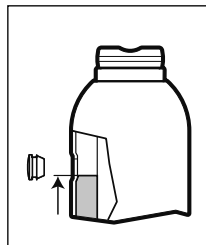
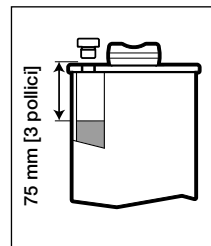

Fig. 6 - Livello dell'olio, Tutti i modelli ad eccezione del GBJ-100
Fig. 7 - Livello dell'olio, Solo per il modello GBJ-100
3. Tutti i modelli ad eccezione del GBJ-100: Riempire di olio fino a che raggiunga il bordo inferiore del foro di riempimento. Vedere la Fig. 6.
4. Solo per il modello GBJ-100: Riempire fino a che l'olio sia di circa 3 pollici [75 mm] sotto al foro di riempimento. Vedere la Fig. 7.
ATTENZIONE: NON RIEMPIRE TROPPO! Con il pistone completamente rientrato ed il martinetto in posizione verticale, il livello dell'olio non dovrebbe essere più alto di quello mostrato in Fig. 6 oppure in Fig. 7 (a seconda del vostro modello di martinetto).